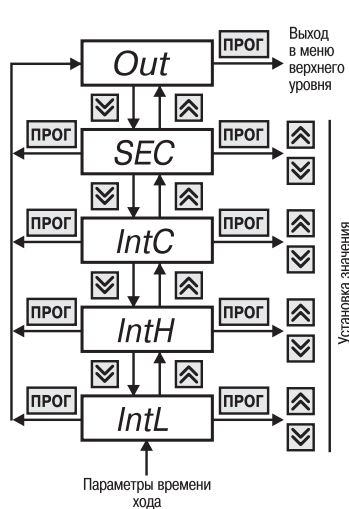

Рис. 18
6.2.2.7. **Группа «Lnt»** предназначена для задания времени перемещения задвижки или затвора из одного концевое положение в другое (рис. 18). Код доступа для этой группы «_55».